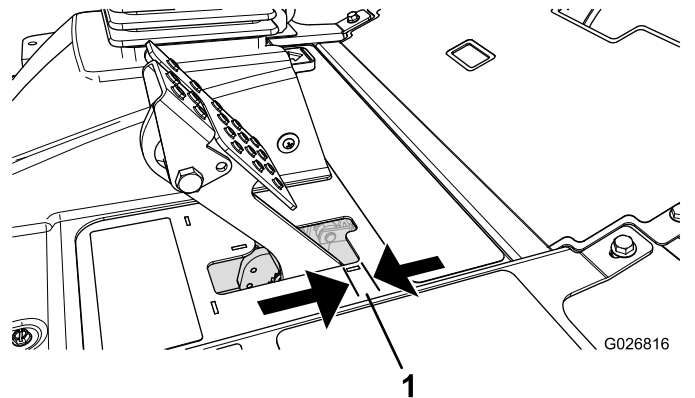

Figure 84
Régalez les freins si la garde à la pédale de frein est supérieure à 2,5 cm (Figure 84) ou si la force de maintien offerte est insuffisante. La garde est la distance parcourue par la pédale de frein avant que le freinage soit ressenti.
2. Serrez l'écrou arrière afin de pouvoir déplacer le câble en arrière jusqu'à obtention d'une garde de 6,3 à 12,7 mm (Figure 84), avant le blocage des roues.